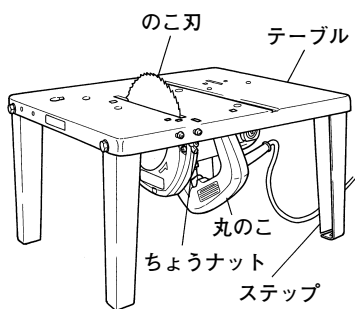

図 11
(4) テーブルを表側に返します。(図 11)
(5) 丸のこの切込み調整用ちょうナットをゆるめて丸のこを上押し上げ、切込みを最大にし、ちょうナットをしっかり締め付けます。(図 11)